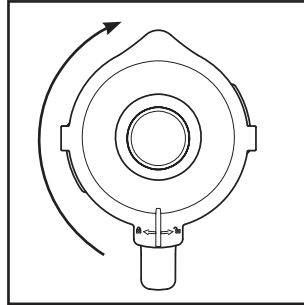

Fig. 2
- 4) Appuyez à nouveau fermement le couvercle **2** sur le bol mixeur **3** de manière décalée. Refermez le couvercle **2** en le tournant dans le sens horaire jusqu'à ce qu'il enclante audiblement en position  (voir fig. 2). Veillez à ce que le bec verseur du bol mixeur **3** soit fermé. Le moteur ne peut démarrer que si le couvercle **2** est posé de manière alignée.